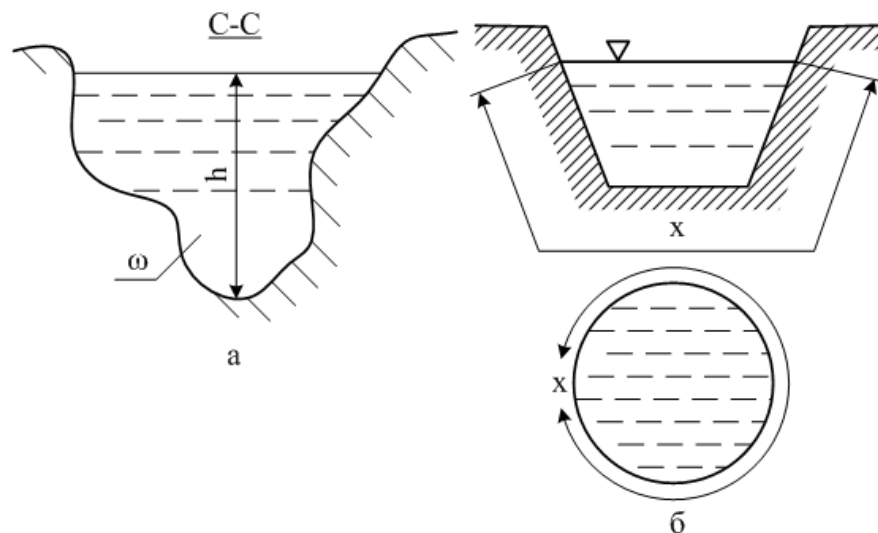

Рис. 3 Схеми: а – живого перерізу потоку; б – змоченого периметра трапецієдальної і круглої форм перерізу потоку.
*Живий переріз*  $\omega$ , м2 - це площа перерізу потоку перпендикулярна до загальної повздожньої його течії (рис.3)
поток, на якій рідина торкається твердих стінок (тобто це довжина лінії перерізу поверхні русла) (рис. 3, б). Чим більше змочений периметр потоку, тим більше гідравлічні опори при його русі, а значить більші втрати енергії. Довжина змоченого периметра найбільш розповсюджених форм поперечного перерізу (рис. 4) визначається за формулами, що наводяться в таблиці 2.